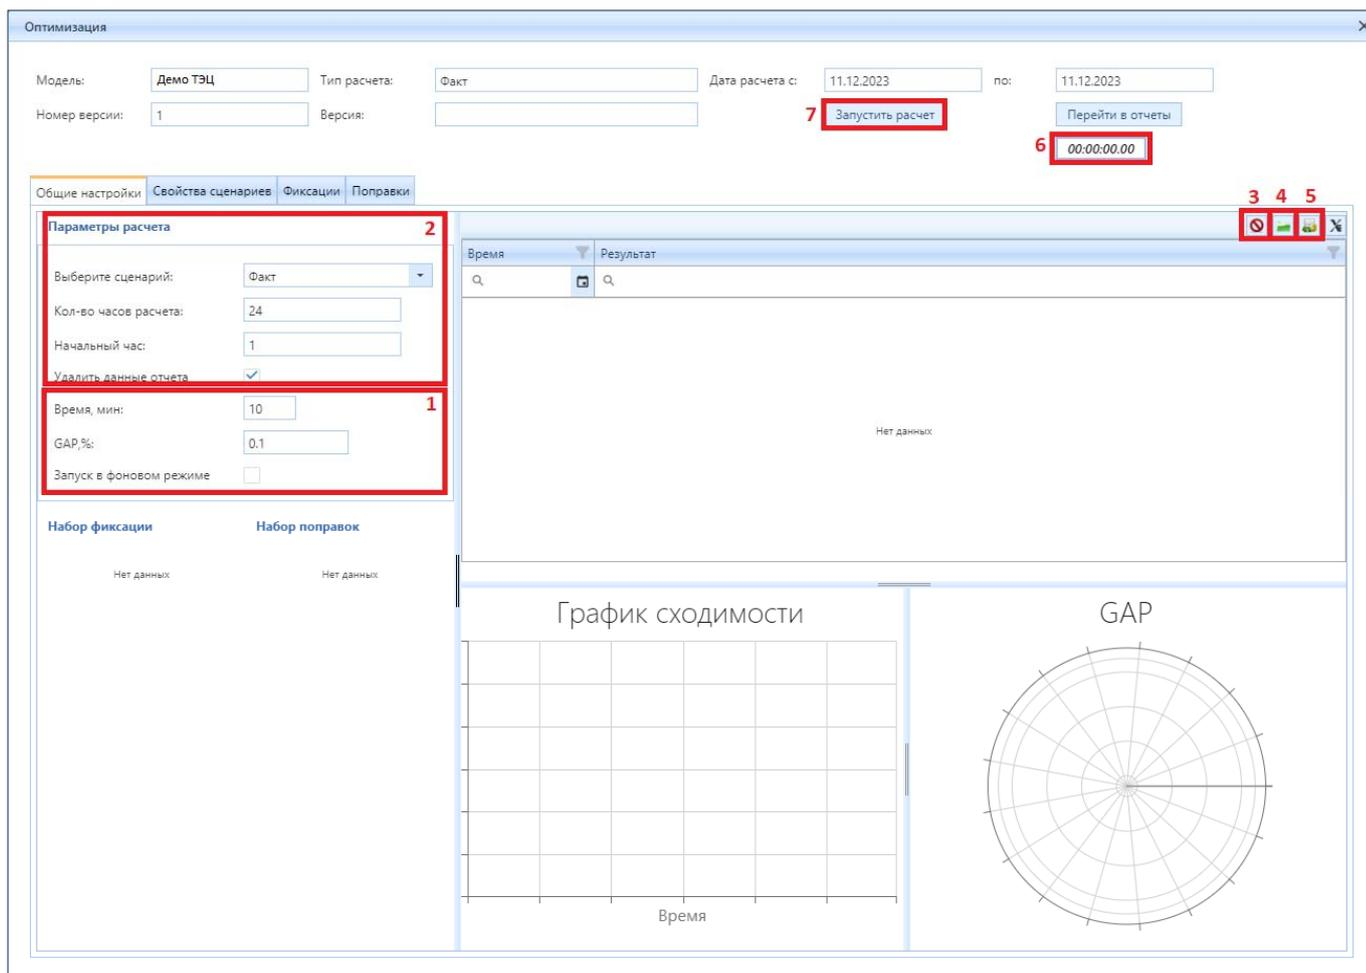

Рисунок 3.2.22 – Визуализация окна «Оптимизация»
6. После нажатия появится окно «Оптимизация» (рис. 3.2.22).
Затем устанавливаются параметры расчета (2) (рис. 3.2.22): количество рассчитываемых часов и начальный час расчета. При необходимости проставляется чек-бокс «Удалить данные отчета». Например, если расчет производится на
Далее необходимо нажать кнопку (7) «Запустить расчет» (рис. 3.2.22). После нажатия кнопки запустится таймер (6) (рис. 3.2.22) и при необходимости можно посмотреть лог оптимизации (5) (рис. 3.2.22) и файлы, которые формируются при проведении расчета (4) (рис. 3.2.22). Для остановки расчета необходимо нажать на кнопку (3) «Остановить расчет» (рис. 3.2.22).